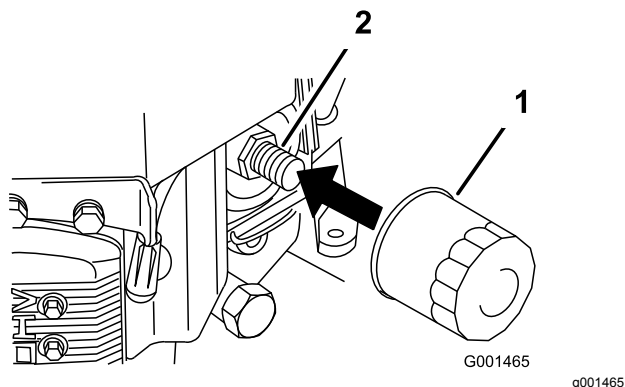

Рисунок 24
- Снимите старый фильтр (Рисунок 24).
- Нанесите тонкий слой свежего масла на резиновую прокладку нового фильтра (Рисунок 24).
- Установите новый масляный фильтр на переходник фильтра и поворачивайте его по часовой стрелке до контакта резиновой прокладки с переходником фильтра, после чего затяните фильтр, повернув его еще на 3/4 оборота (Рисунок 24).